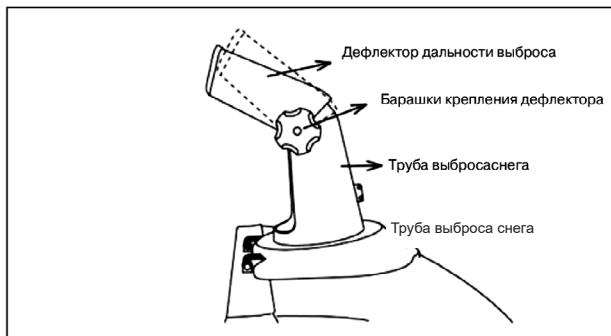

Рис. 9
- С помощью дефлектора отрегулируйте дальность выброса снега и зафиксируйте винтами (См. рис. 9).